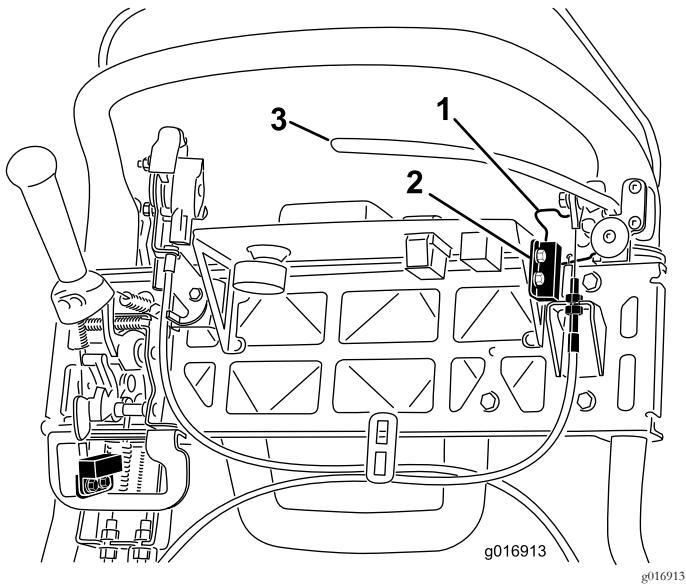

Figure 45
- Desserrez les fixations du contacteur de sécurité (Figure 45).
- Placez une cale de 1,6 mm d'épaisseur entre le verrou du frein de stationnement et le contacteur de sécurité (Figure 45).
- Pour accroître la tension du câble, desserrez l'écrou de blocage supérieur et serrez l'écrou de blocage inférieur du câble (Figure 45) jusqu'à ce qu'il soit nécessaire d'exercer une force de 156 N sur la poignée du levier de frein pour débloquer le verrou du frein de stationnement.